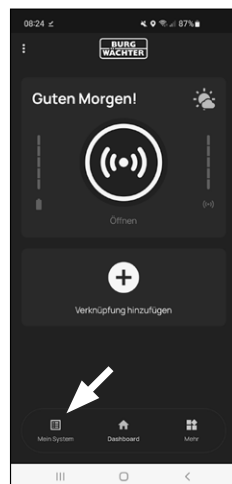

Fig. 4
- 7 L'écran principal de l'application *BURGsmart* apparaît. Ouvrez le menu « *Mon système* » en bas à gauche (Fig. 4).